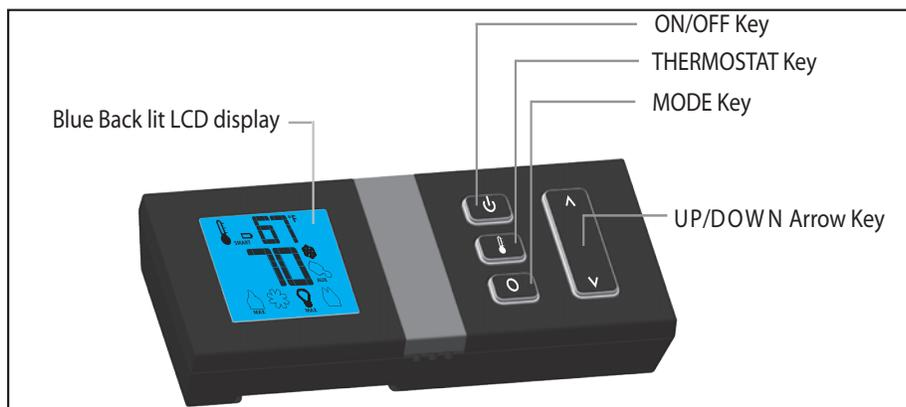

Figure 3: Transmetteur Proflame 2
1. Éteignez le gaz à la cheminée. **Si ce n'est pas fait récemment, retirez la vitre et laissez l'appareil aérer pendant au moins cinq (5) minutes pour évacuer tout gaz.** Allumez le gaz à l'appareil de chauffage.
2. Tournez le bouton de contrôle du gaz à la veilleuse, poussez et maintenez (voir la figure 4); Simultanément, appuyez plusieurs fois sur l'allumeur piezo jusqu'à ce que le pilote s'allume. Maintenez le bouton de contrôle du gaz enfoncé pendant au moins 30 secondes une fois allumé. Vérifiez que le pilote a complètement englouti l'assemblage du thermocouple (voir Figure 3). Le pilote devrait maintenant rester allumé seul, relâcher le bouton de contrôle du gaz.